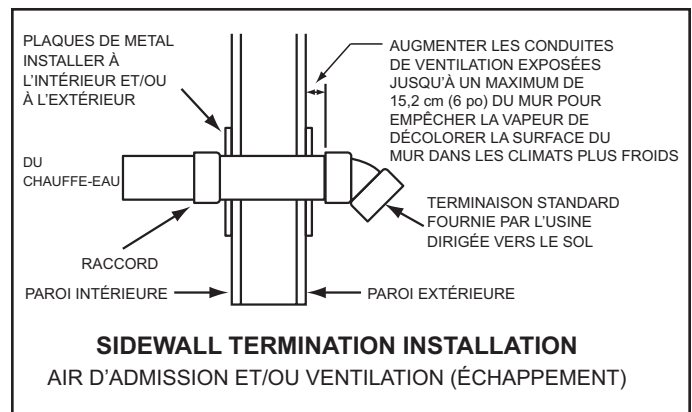

Figure 23
- Couper une ou plusieurs longueurs de tuyau à installer de 8,9 cm (3,5 po) à 24,1 cm (9,5 po) plus longues que l'épaisseur de paroi à l'ouverture. Voir la Figure 23.
- En travaillant de l'extérieur, faire glisser le tuyau et la ou les terminaisons assemblées aux étapes précédentes à travers la paroi. S'assurer de diriger la ou les terminaisons vers le sol. Voir la Figure 23.
- Installer un accouplement à l'extrémité du ou des tuyaux à l'intérieur du bâtiment. Avant que le calfeutrage à la silicone n'ait eu le temps de prendre complètement, sortir du bâtiment et s'assurer que la ou les terminaisons sont toujours dirigées vers le sol. Voir la Figure 23.